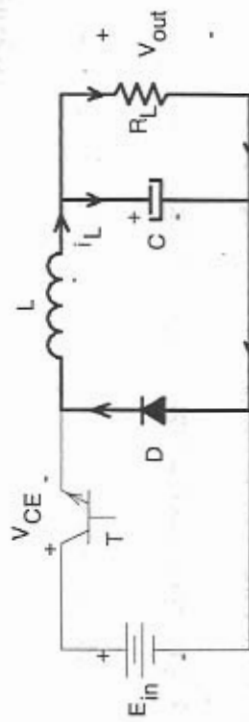

Fig. 3.3: 2ª Etapa de funcionamento.
**2ª Etapa:** A segunda etapa de funcionamento é mostrada na Fig. 3.3.